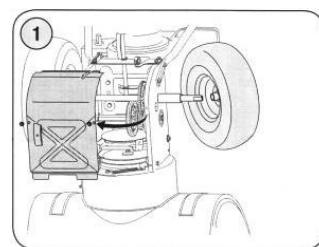

Рис. 21
- б. Снимите правое колесо, удалив винт и раструбную шайбу, которые крепят его к оси. См. рис. 21.